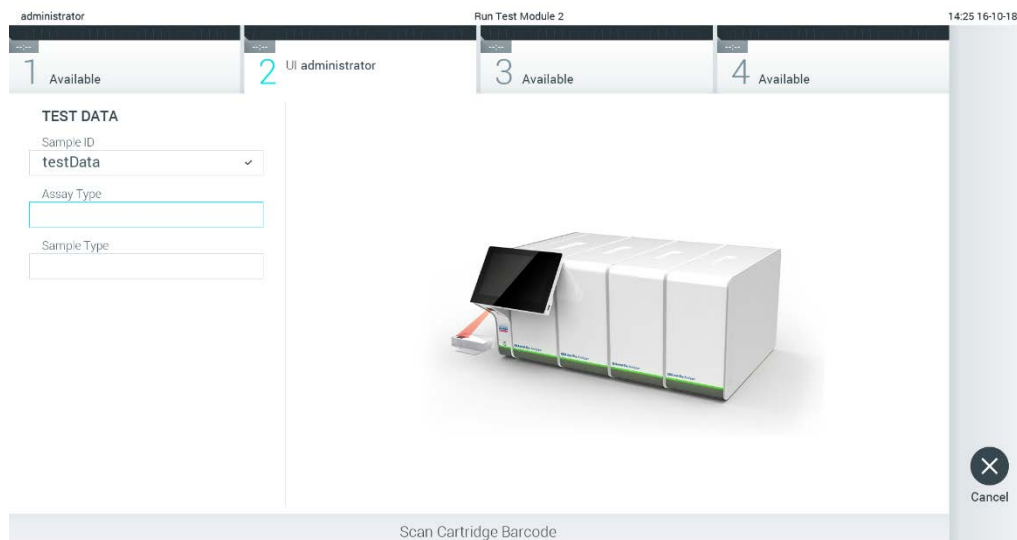

Figura 24. Scansione del codice a barre della cartuccia d'esame QIAstat-Dx.
- Quando richiesto, eseguire la scansione del codice a barre della cartuccia d'esame QIAstat-Dx da utilizzare. Il QIAstat-Dx Analyzer 1.0 riconosce automaticamente l'esame da eseguire in base al codice a barre della cartuccia d'esame QIAstat-Dx (Figura 24, pagina successiva).